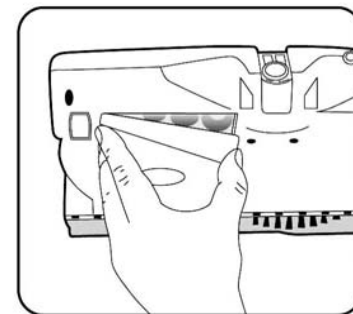

Fig. 17
3. Presione la traba y levante la batería. (Fig. 17)